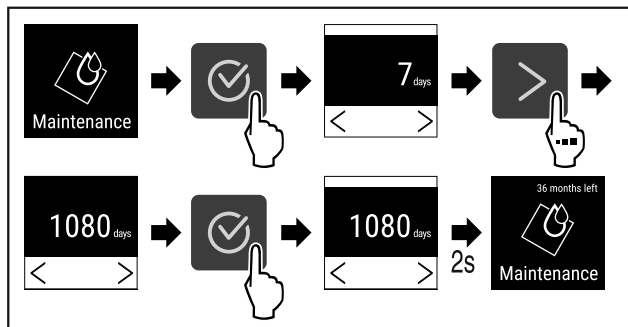

Fig. 69
- ▶ Провести етапи операцій (див. Fig. 69).